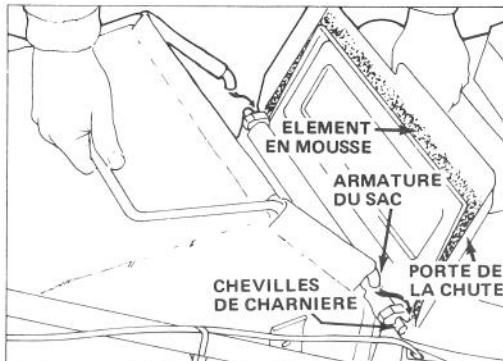

Figure 9
2. POSE DU SAC — Levez la porte de la chute et accrochez l'armature du sac sur les chevilles de charnière (Fig. 9). Laissez le sac reposer sur le carter de la tondeuse par-dessus l'ouverture de la chute. Fermez la porte et veillez à ce qu'elle s'adapte bien sur la haute de l'ouverture du sac.